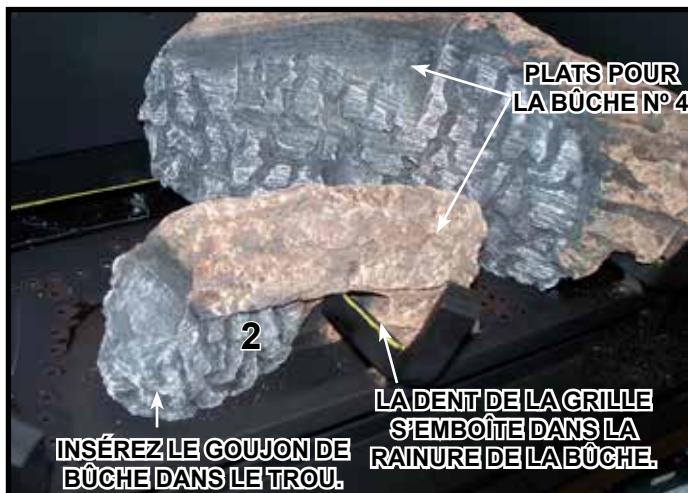
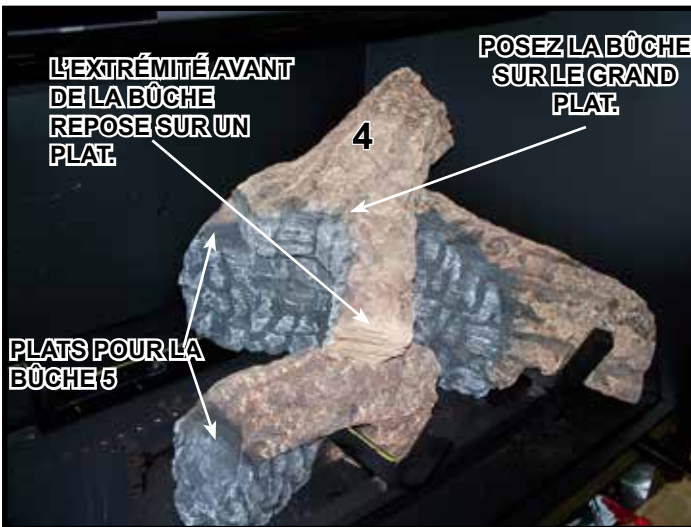
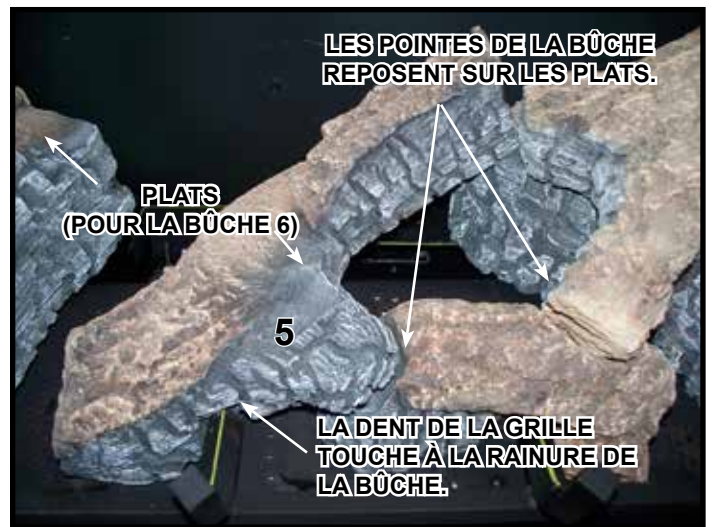

Figure 3. Bûche 2
Figure 6. Placez la bûche 4.
Figure 7. Placez la bûche 5.
Bûche 2 (SRV2206-705) : Placez la bûche 2 comme le montre la Figure 3. Placez le trou sous la bûche 2 (Figure 4) sur le goujon de bûche situé sur la surface du brûleur. Faites pivoter l'extrémité droite de la bûche 2 dans le sens horaire jusqu'à ce qu'elle entre en contact avec la dent de la grille.
**Bûche 4 (SRV2206-703) :** Placez la bûche 4 comme le montre la Figure 6. Voir la Figure 3 pour des références additionnelles. Placez l'extrémité épaisse de la bûche 4 sur le grand plat de la bûche 1. Posez l'extrémité avant de la bûche 4 sur le plat de la bûche 2.
**Bûche 5 (SRV2206-704) :** Placez la bûche 5 comme le montre la Figure 7. Voir la Figure 6 pour de plus amples détails. Placez la dent de la grille dans la rainure de la bûche, comme illustrée. Placez les extrémités de la bûche 5 sur les plats comme le montre la Figure 6.
**Bûche 6 (SRV2206-706) :** Placez la bûche 6 comme le montre la Figure 8. Voir la Figure 7 pour des références additionnelles. Posez l'extrémité avant de la bûche 6 sur le plat de la bûche 3. Posez le nez de la bûche 6 sur la fourche de la bûche 5.